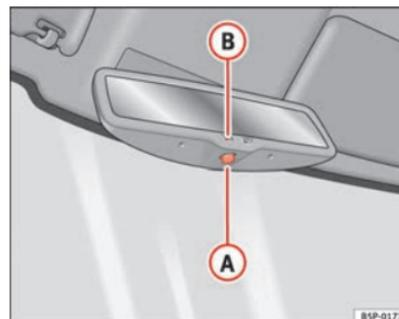

Fig. 67 Retrovisor interior con ajuste automático para posición antideslumbrante.
- Pulse la tecla **A** ⇒ fig. 67. El testigo de control **B** se apaga. ▶
- Pulse la tecla **A** ⇒ fig. 67. El testigo de control se enciende.